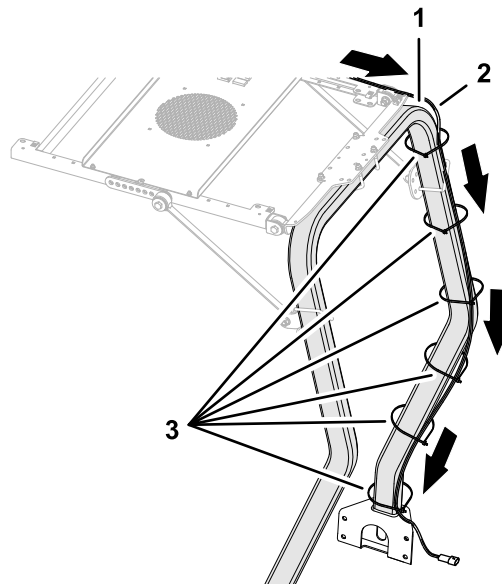

図 7
1. 図 7 に示すように、サンシェードワイヤーハーネスをロールバーチューブに沿って配線する。
2. P08 というラベルの付いたハーネス端部を、運転台のハトメに通す図 7。
2. 必要に応じ、ケーブルタイでワイヤーハーネスを ROPS に固定する (図 7)。
4. 必要に応じて、ケーブルタイを使ってサンシェードワイヤーハーネスをロールバーチューブに固定する (図 7)。